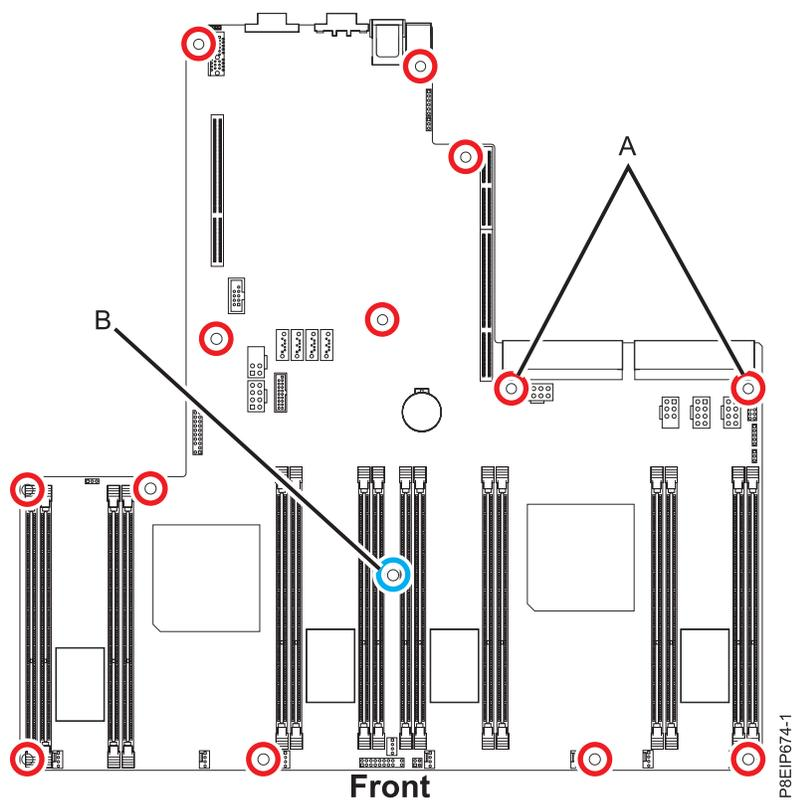

Figura 62. Locais dos parafusos. Os dois parafusos em (A) são da cor preta e ligeiramente mais compridos. Um parafuso longo em (B) suporta o adaptador PCIe.
8. Remova os 14 parafusos do painel traseiro do sistema. Os locais dos parafusos são mostrados na Figura 62 na página 53.